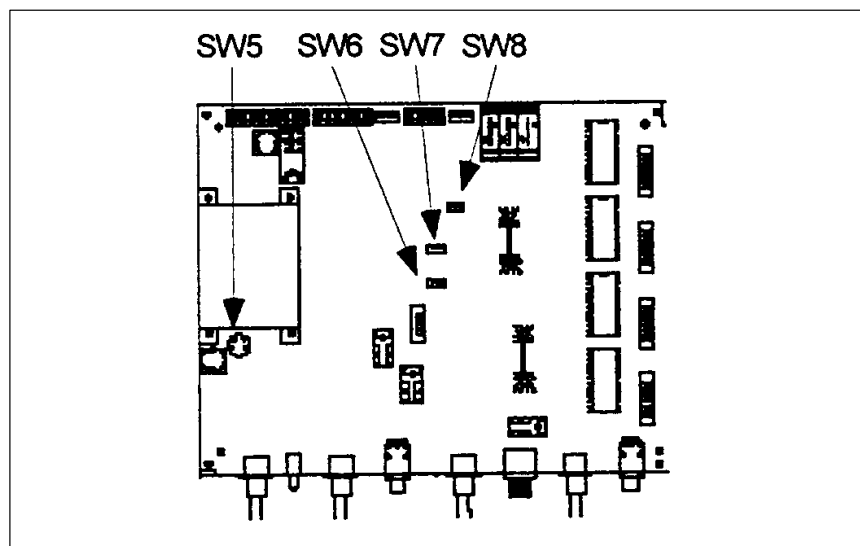

Abb. 3-1
- Die in Abbildung 3-1 gezeigten Schalter SW5, SW6, SW7 und SW8 wie in der Tabelle 3-1 beschrieben einstellen.